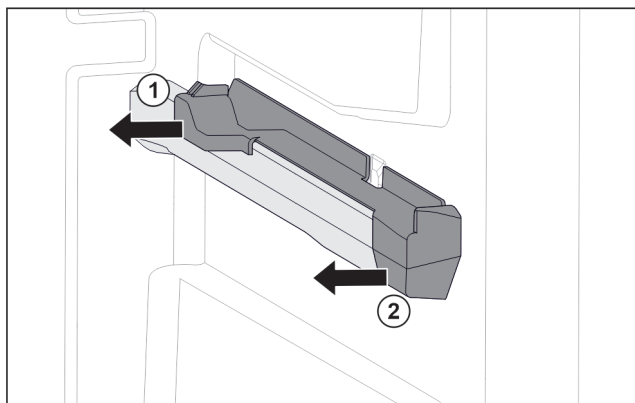

Fig. 75 Вставная часть на правом контейнерном ребре
- ▶ Отодвиньте вставную часть сзади в сторону. Fig. 75 (1)
- ▶ Отодвиньте вставную часть спереди в сторону. Fig. 75 (2)